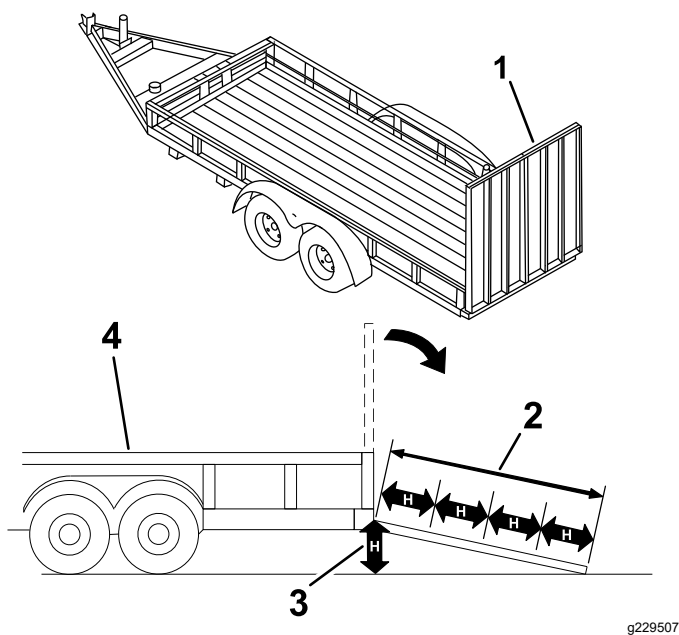

Figure 29
Le chargement de la machine sur une remorque ou un camion augmente le risque de basculement, et donc de blessures graves ou mortelles (**Figure 29**).
3. Abaissez la rampe (**Figure 29**).